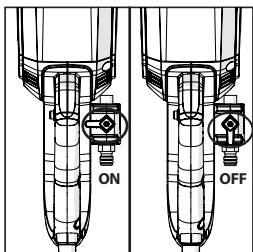

FIG. 6c
- Aprire la valvola dell'acqua per irrorare la lama. Il flusso può essere regolato dalla valvola dell'acqua sulla sega. (Fig. 6c)
- Dopo aver completato il taglio, spegnere l'utensile, girare la valvola dell'acqua (3) per fermare il suo flusso sulla lama.